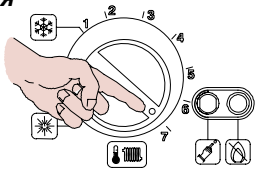

рис. 2.4
- Температура контура отопления регулируется в диапазоне от 38°C до 85°C вращением регулятора (рис. 2.4).